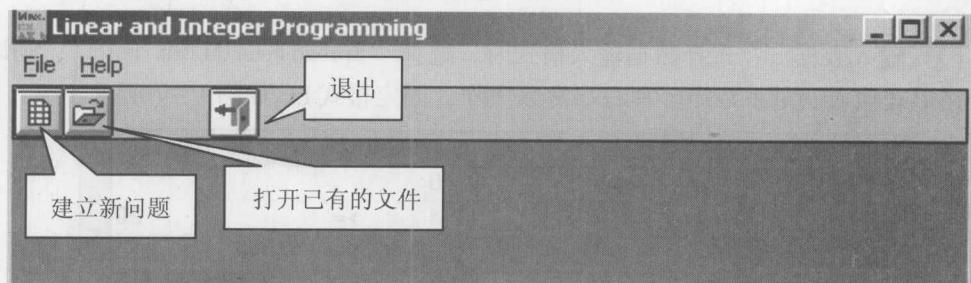
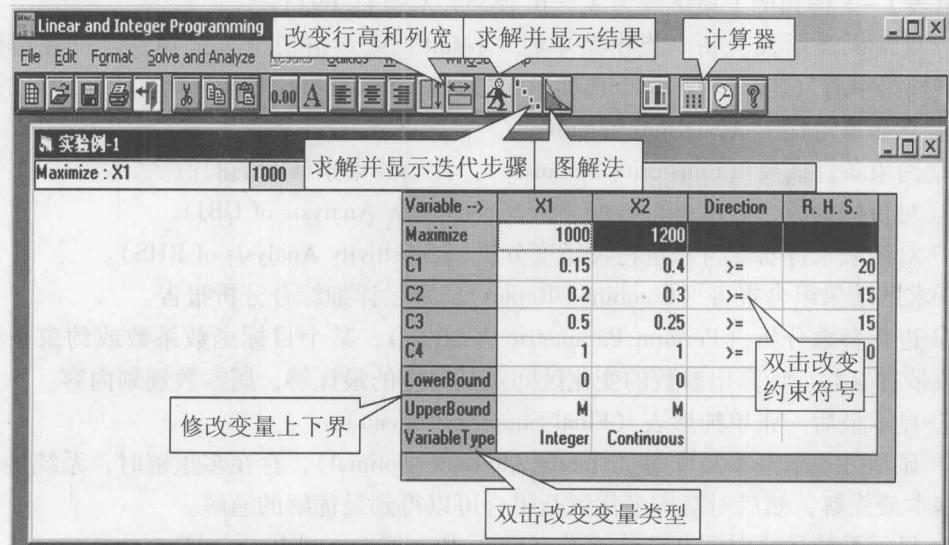

图 1-5 线性规划和整数规划的工作界面
图 1-9 修改变量类型、上下界和约束符号
(1) 启动线性规划 (LP) 和整数规划 (ILP) 程序。点击“开始”→“程序”→“WinQSB”→“Linear and Integer Programming”，屏幕显示如图 1-5 所示的线性规划和整数规划工作界面。
(2) 建立新问题或打开磁盘中已有的文件。按图 1-5 所示操作建立或打开一个 LP 问题，或点击“File”→“New Problem”建立新问题。点击“File”→“Load Problem”
(4) 修改变量类型。图 1-5 中给出了非负连续、非负整数、0—1 型和无符号限制或无约束 4 种变量类型选项，当选择了某一种类型后系统默认所有变量都属该种类型，如图 1-9 所示。